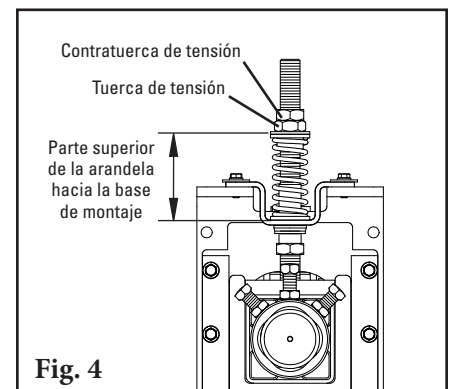

Fig. 4
4. **Establezca la manga de la barra de ajuste.** Después de establecer la tensión de la hoja, atornille la manga de la barra de ajuste en el buje UHMW hasta que se muestre 38 mm (1-1/2") (Fig. 4). Apriete la contratuerca de tensión de la manga de la barra de ajuste.
- Establezca la tensión de la hoja.** Afloje las contratueras de tensión superior en ambos lados. Afloje las contratueras de tensión inferiores en ambos lados. Gire las tuercas de tensión hasta que se haya alcanzado la compresión correcta del resorte (Fig. 4). Apriete la contratuerca de tensión superior para bloquearla en su lugar. Consulte la tabla a continuación para conocer la longitud correcta del resorte para su ancho de banda. Si usa presión de aire, restablezca la caja de control a la presión especificada en la tabla siguiente.